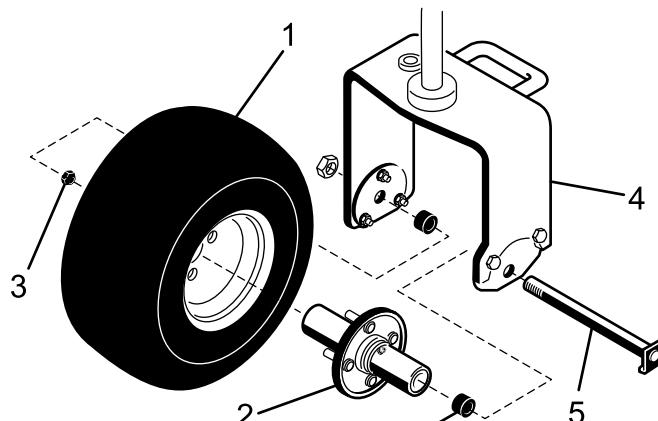

Figura 3
- Montate il mozzo sul cerchio della ruota posteriore per mezzo di 4 dadi di fissaggio (Figura 3). Serrate i dadi ad un valore compreso tra 95-122 Nm.
- Rimuovete il bullone e il dado di bloccaggio dai fori di montaggio della ruota sulla forcella orientabile della ruota posteriore (Figura 3).
- Posizionate il bordo rientrante della testa del bullone sotto il bordo inferiore della piastra di adattamento (Figura 3). Montate e serrate il dado di bloccaggio per assicurare la ruota alla forcella. Non serrate